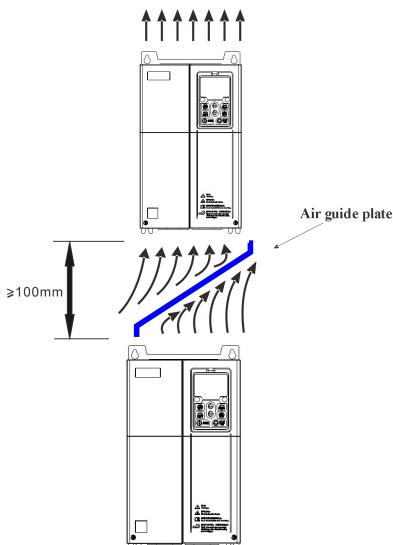

图3-2. ES300驱动器安装示意图
- 1) 请垂直安装驱动器，便于热量向上散发。但不能倒置。若柜内有较多驱动器时，最好是并排安装。在需要上下安装的场合，请参考图3-2的示意，安装隔热导流板。